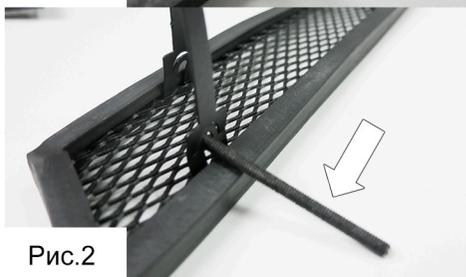

Рис.2
2. Завести винты в отверстия кронштейнов так, чтобы резьба винта выступала наружу. (Рис.2).